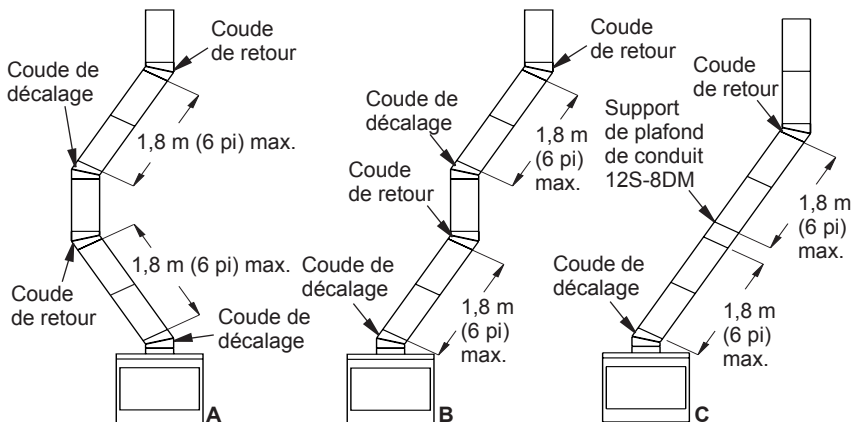

Figure 9 - Installation représentative d'un décalage
1. Afin d'obtenir le décalage voulu, vous pouvez installer toute combinaison de sections de conduit à double paroi de 30, 45, 60, 90 et 120 cm (12, 18, 24, 36 et 48 po) (voir le tableau des décalages et la figure 9).
3. La longueur maximale du conduit entre les supports (coude de retour ou 12S-8DM) est 1,82 m (6 pi) de longueur d'angle. On peut installer un maximum de deux sections de longueur d'angle de 1,82 m (6 pi) par cheminée (voir figure 9).